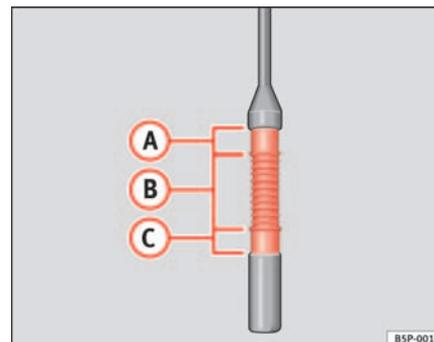

Fig. 154 Jauge d'huile-moteur
- Retirez de nouveau la jauge d'huile et lisez le niveau d'huile sur l'extrémité inférieure de la jauge ⇒ page 219, fig. 154.
Si le niveau d'huile se trouve dans la zone ⇒ page 219, fig. 154 **(A)**, il ne faut pas faire d'appoint d'huile.